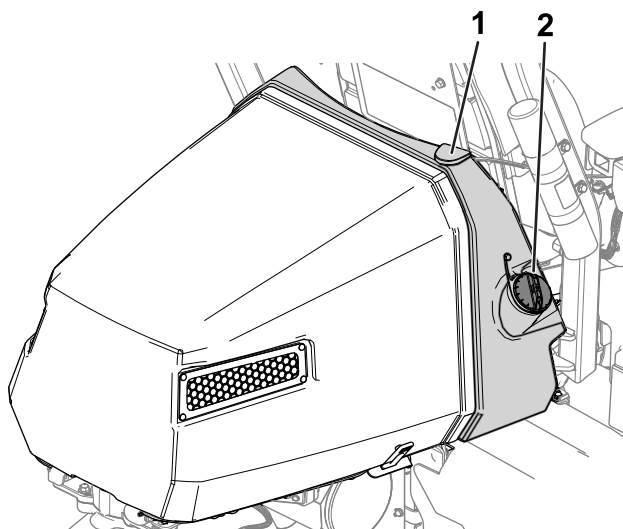

Figure 27
2. Nettoyez la surface autour du bouchon du réservoir de carburant et enlevez le bouchon (Figure 27).